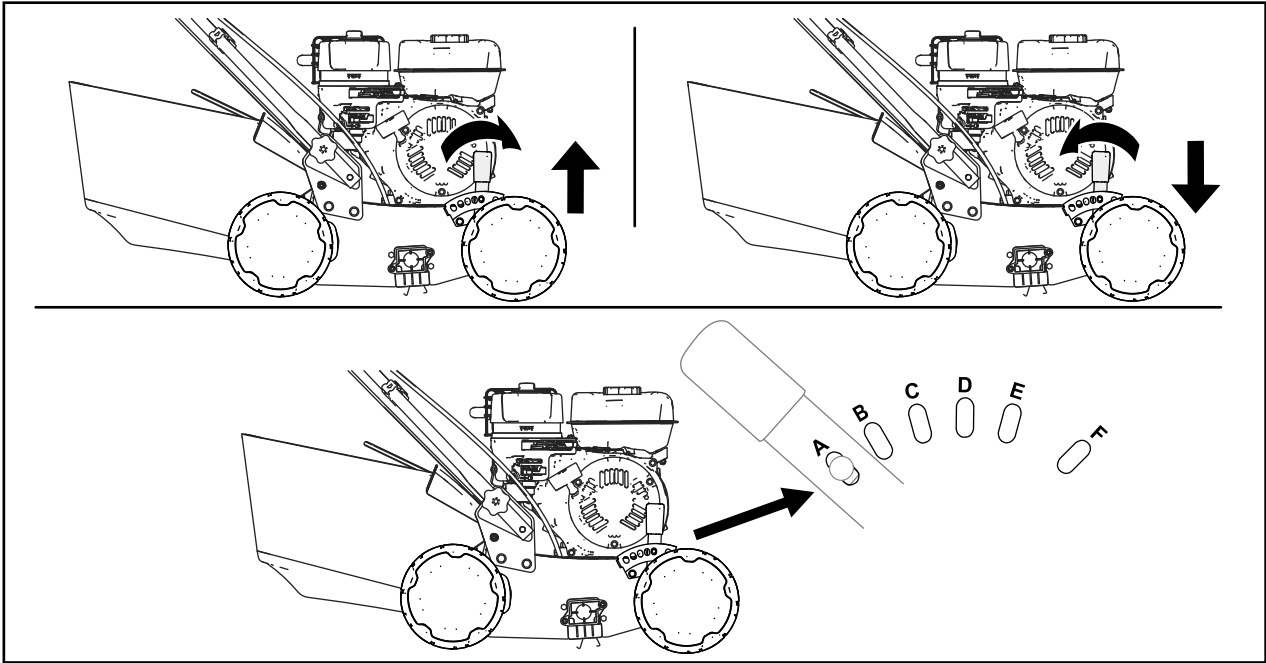

Figura 11
3. Para ajustar a profundidade máxima de corte, ajuste a posição da alavanca de profundidade de corte empurrando-a na direção da máquina e movendo-a para um encaixe diferente (Figura 11).
- A profundidade de corte varia em função da montagem do eixo que tiver instalado; consulte a Figura 11 e a seguinte tabela.